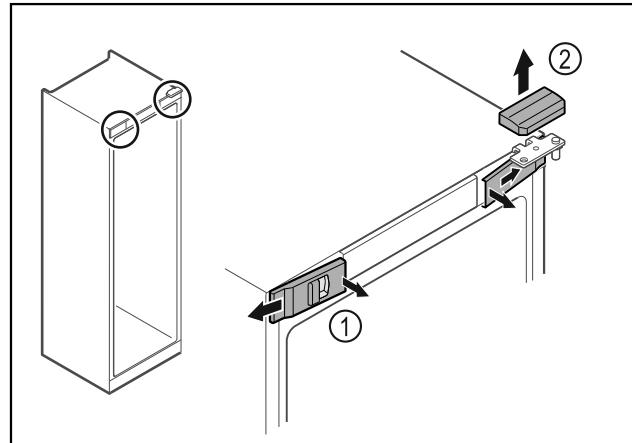

Fig. 9
- Odistite zvnútra predné kryty Fig. 9 (1) a odoberte ich do strany.
- Odoberte horný kryt Fig. 9 (2) nahor.